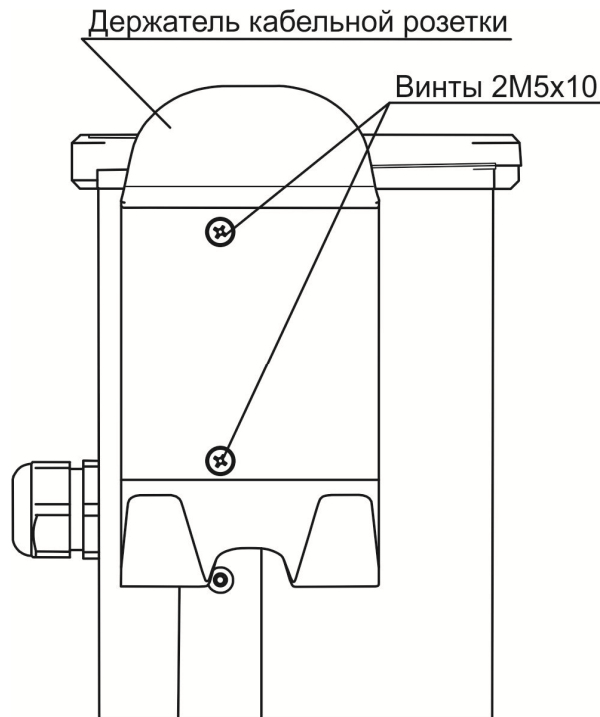

Рисунок 6 – Установка держателя кабельной розетки
– наконечник закрепить на резьбовой шпильке М6 (см. рис. 6) с помощью гайки, плоской и гроверной шайб. Гайка и шайбы находятся на шпильке. Усилие затяжки гайки должно быть в пределах от 3 до 4 Нм;